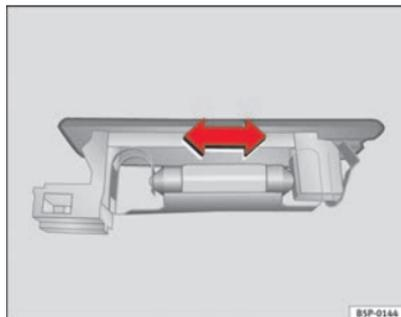

Abb. 149 Gepäckraumbeleuchtung
- Die Lampe zur Seite drücken und aus ihrer Halterung herausnehmen ⇒ Abb. 149. ■